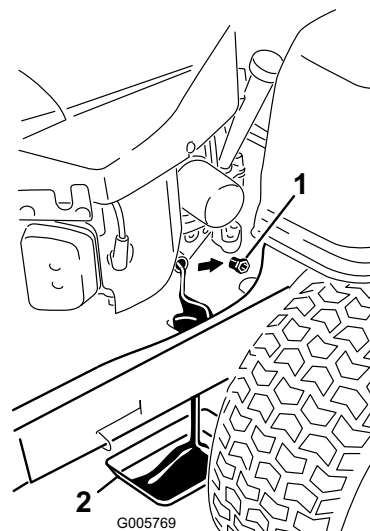

Figure 26
5. Nettoyez la surface autour du bouchon de vidange sur le châssis de la machine. Placez un bac de vidange sous la machine, juste sous l'orifice de vidange du châssis, comme illustré à la (Figure 26).
6. Enlevez le bouchon de vidange d'huile (Figure 26). Enlevez le bouchon de remplissage/la jauge (Figure 26).
7. Quand toute l'huile s'est écoulée, remplacez le bouchon de vidange. Essuyez l'excédent d'huile sur le châssis (Figure 26).
8. Versez avec précaution environ 80% de la quantité d'huile spécifiée dans le goulot de remplissage (Figure 26) (voir Vidange de l'huile moteur et remplacement du filtre).